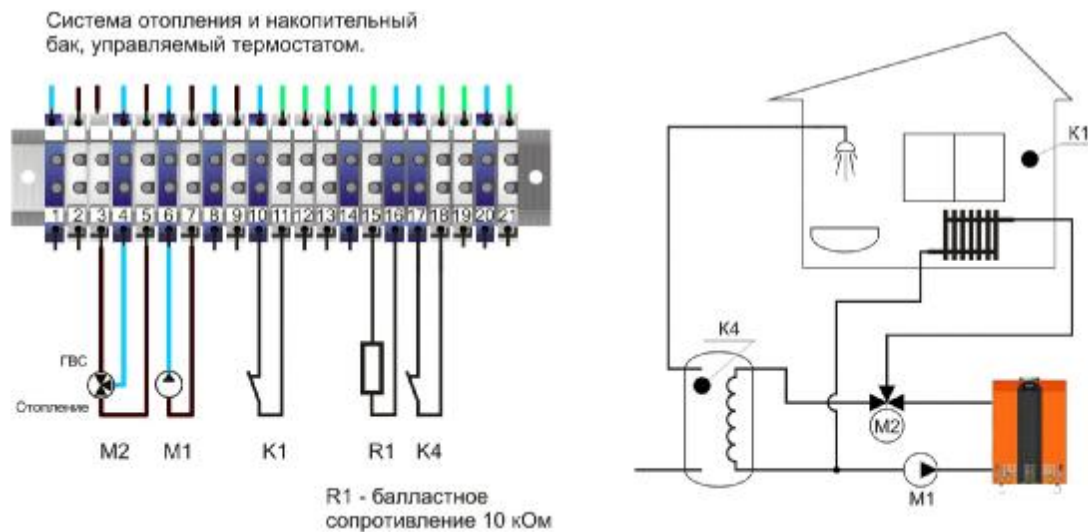

Рис. 8. Схема подключения бойлера косвенного нагрева
- произвести подключение 3^x ходового клапана бойлера косвенного нагрева к контактам M2, как указано на схеме рис. 8